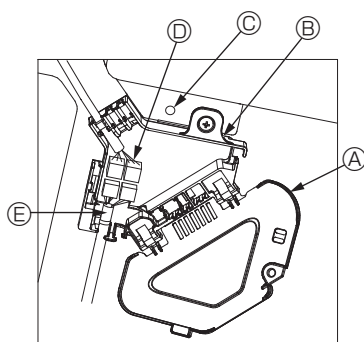

Fig. 5-9
- ① Fjern den skrue, der holder el-boksaafdækningen fast, skub afdækningen i pilens retning som vist i diagrammet, og åbn afdækningen.
- ② Find tilslutningsledningen til gitterets ventilatorvingemotor og ledningen til ventilatorvingemotoren, og forbind derefter ledningerne i el-boksen. (Fig. 5-9)